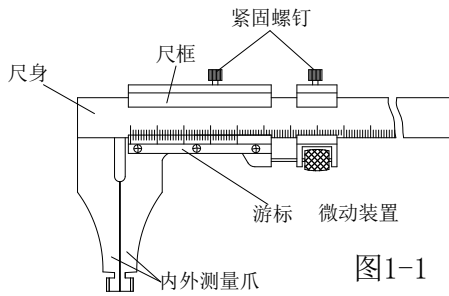

图1-1
(1) 面卡尺带有内外量爪，可以测量内侧尺寸和外侧尺寸（图 1-1）。